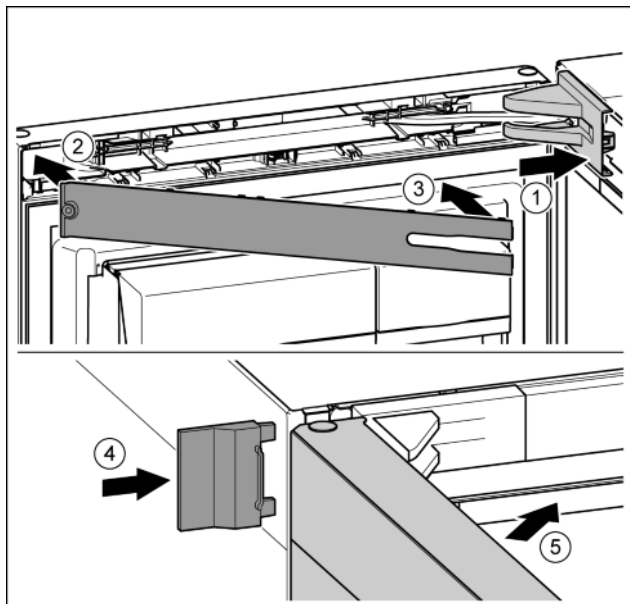

Fig. 25
- Stavite pokrov podloška ležaja i pustite ga da uskoči, po potrebi ga oprezno razdvojite. Fig. 25 (1)
- Stavite masku. Fig. 25 (2)
- Zakrenite masku i pustite da uskoči. Fig. 25 (3)
- Nataknite vanjski pokrov. Fig. 25 (4)
- Zatvorite gornja vrata. Fig. 25 (5)